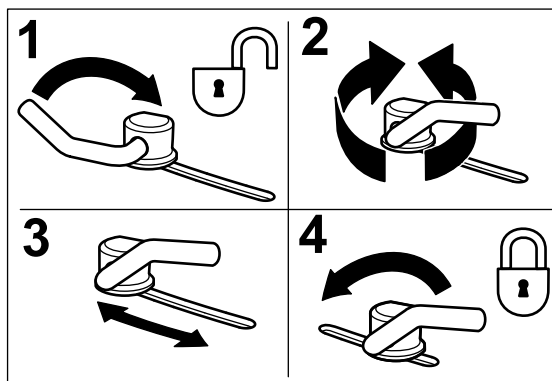

Figura 13
1. Para ajustar os bloqueios do excêntrico, rode a alavanca para cima para soltar o bloqueio do excêntrico (Figura 13).
3. Rode novamente a alavanca para apertar o abafador e os bloqueios do excêntrico (Figura 13).